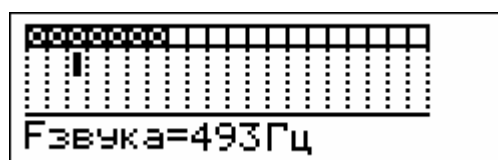

Рис. 6. Окно редактирования селективной маски
Пункт меню **Маска** предназначен для настройки селективных свойств металлоискателя. Каждый из 25 профилей настройки прибора может иметь свою селективную маску. Поэтому при входе в этот режим необходимо выбрать нужный профиль с помощью кнопок ◀ и ▶ (см. рис. 5) и нажать **ВВОД**. После этого на экране появится окно редактирования селективной маски (см. рис. 6)
*Примечание: Если в параметрах (см. п. 5.1) номер минимального и максимального профиля равны, то программа сразу перейдет в одно редактирования селективной маски (рис. 6), минуя окно выбора номера профиля.*